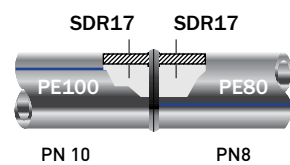

Рис. 13
- различные материалы (например, ПЭ 80 и ПЭ 100) можно соединять с помощью стыковой сварки (см. рис. 13);